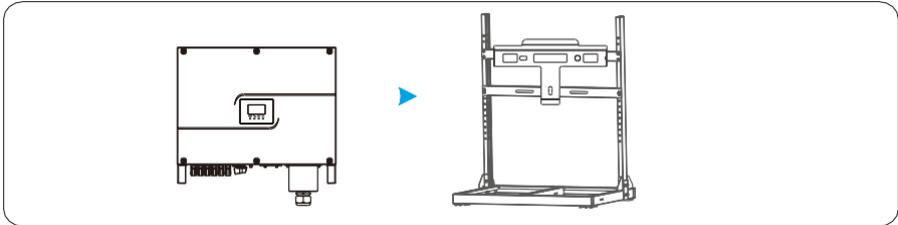

Figura 4.11 Montaje del inversor
Paso 2 Monte el inversor en el soporte de sujeción, manteniéndolos alineados, tal como se ilustra en la figura 4.11.